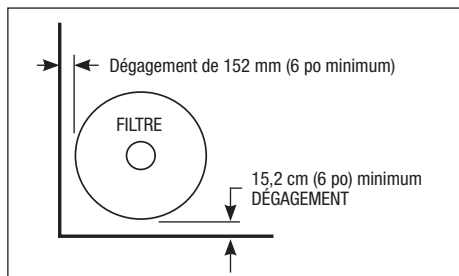

Figure 2. Emplacement du filtre
3. Installer les commandes électriques à au moins cinq (5) pieds du filtre. Cela laissera suffisamment d'espace pour rester à l'écart du filtre au moment du démarrage.
4. Laisser un espace suffisant autour du filtre pour permettre une inspection visuelle l'anneau du serrement. Voir la Figure 2.